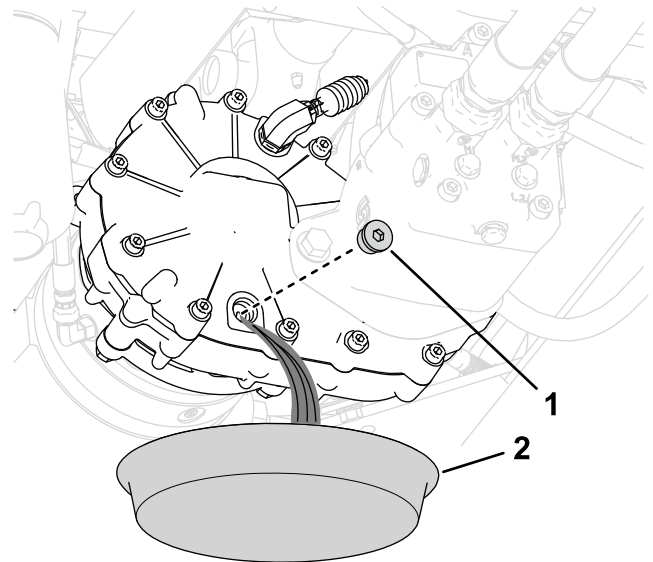

Figura 115
3. Retire el tapón del orificio de vaciado (Figura 115) y deje que el aceite se drene completamente de la caja de engranajes.